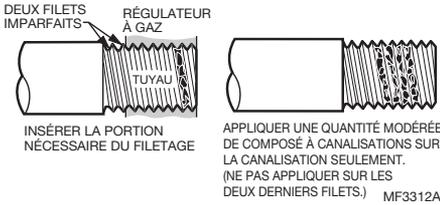

Fig. 4. Utiliser une quantité modérée de composé à canalisation.
4. Appliquer une quantité modérée de composé à canalisation de bonne qualité (NE PAS employer du ruban Teflon sur la canalisation seulement, en laissant libres les deux derniers filets. S'il s'agit d'une installation à gaz de pétrole liquéfié, utiliser un composé résistant au GPL. Voir la Fig. 4.